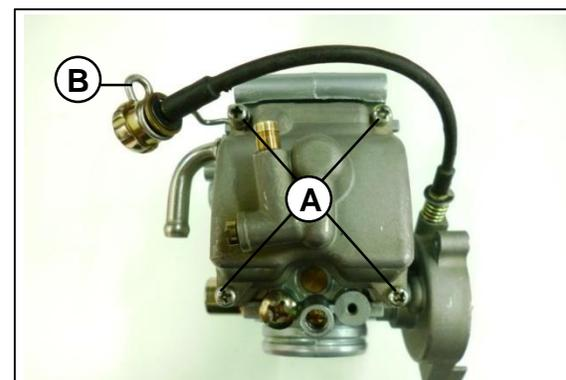

Fig. 16
Remueva los tornillos (A) de la cuba y verifique la posición de la base (B) de la guaya tornillo de RPM. **Fig. 16**